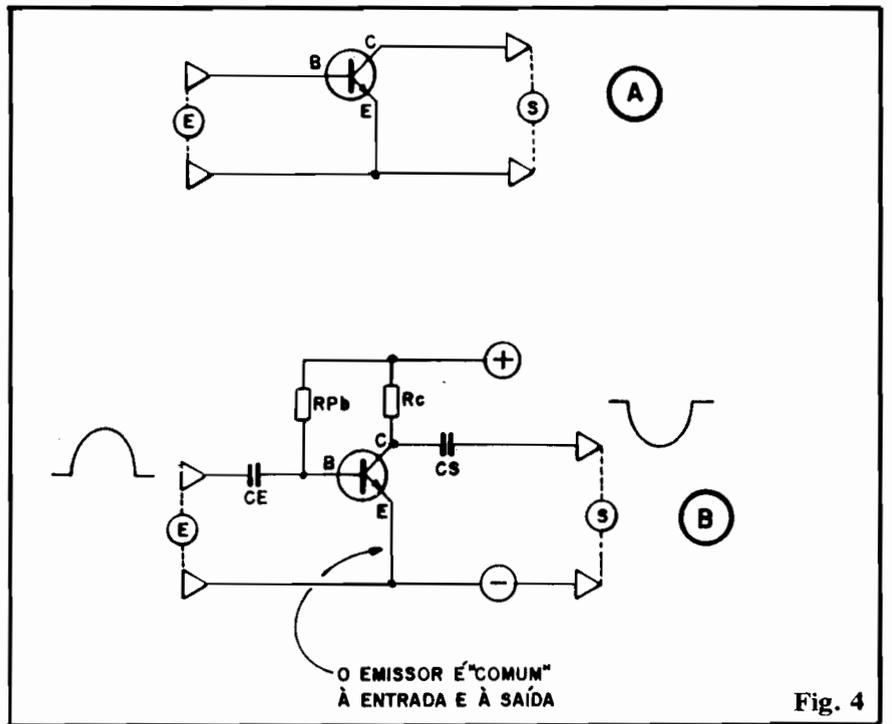
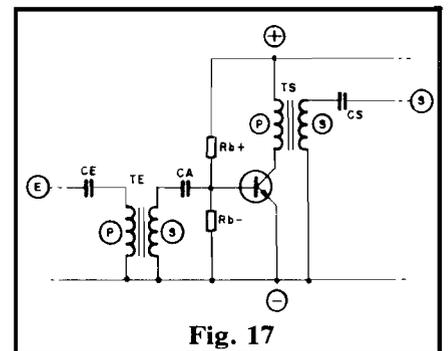

Fig. 4
Fig. 17
- **FIG. 4** - **EMISSOR COMUM** - No esboço simplificado (4-A) fica claro como o **emissor** "serve" tanto à linha de Entrada (E) quanto à de Saída (S). Na prática, num circuito de amplificação de sinais em C.A., o arranjo fica conforme mostrado em 4-B, incluindo os capacitores de entrada (CE) e saída (CS), que podem, no caso de amplificação de sinais ou tensões contínuas, de polaridade única, serem omitidos... Nessa configuração o **ganho** (fator de amplificação) é bastante elevado, sendo alta a relação entre a corrente de **coletor** e a de **base**. Notar (já mostrado) que no arranjo em **EMISSOR COMUM** ocorre a inversão da fase ou da polaridade do sinal aplicado à entrada. A **IMPEDÂNCIA** de entrada, no caso, é **baixa**, uma vez que o sinal é aplicado ao "diodo" diretamente polarizado formado pela junção base/emissor. Já a **IMPEDÂNCIA**
- FIG. 17 - Transformadores de Entrada e de Saída - Uma vez que com transformadores especialmente calculados e enrolados podemos promover os mais precisos "casamentos" entre estágios, certas "fontes" de sinal e certos "utilizadores" do sinal final pedem a conexão ao circuito amplificador também via transformadores! Um perfeito casamento do transistor em EMISSOR COMUM (ver fig. 4) com uma fonte de sinal de baixa impedância, pode ser promovido por um transformador de Entrada (TE, na figura). Da mesma forma, uma adequação de impedâncias perfeita na conexão de Saída do arranjo, com "o que vem depois", às vezes exige a intercalação de um transformador de Saída (TS). Notem que os dois exemplos (transformador de entrada e transformador de saída) estão "concentrados" numa única figura, apenas para simplificar, porém suas aplicações podem ocorrer isoladamente, dependendo do circuito... Verifiquem novamente que a polarização de base do transistor está feita com dois resistores, em divisor de tensão, promovendo uma perfeita "colocação no ponto" do dito transistor, conveniente quanto queremos evitar ao máximo qualquer distorção nos sinais manejados...